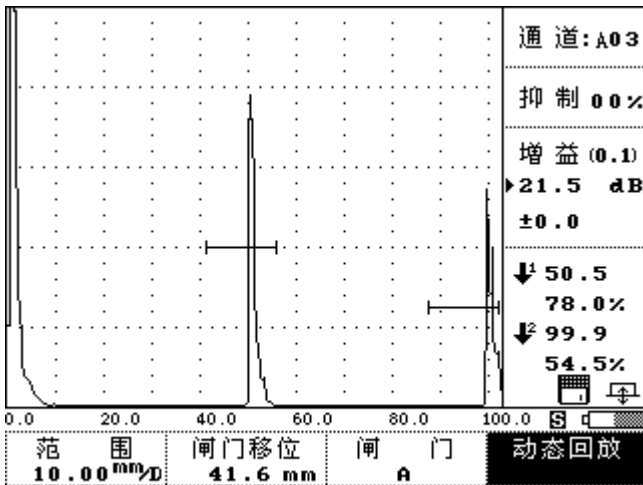

图 3-5-2
- ① 按键或转动旋钮到栏单击旋钮进入检测状态后，再按与动态回放栏相对应的键或转动旋钮到栏单击旋钮，仪器滚出提示输入信息；如图 3-5-2 所示